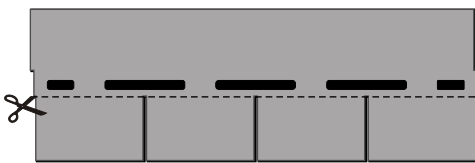
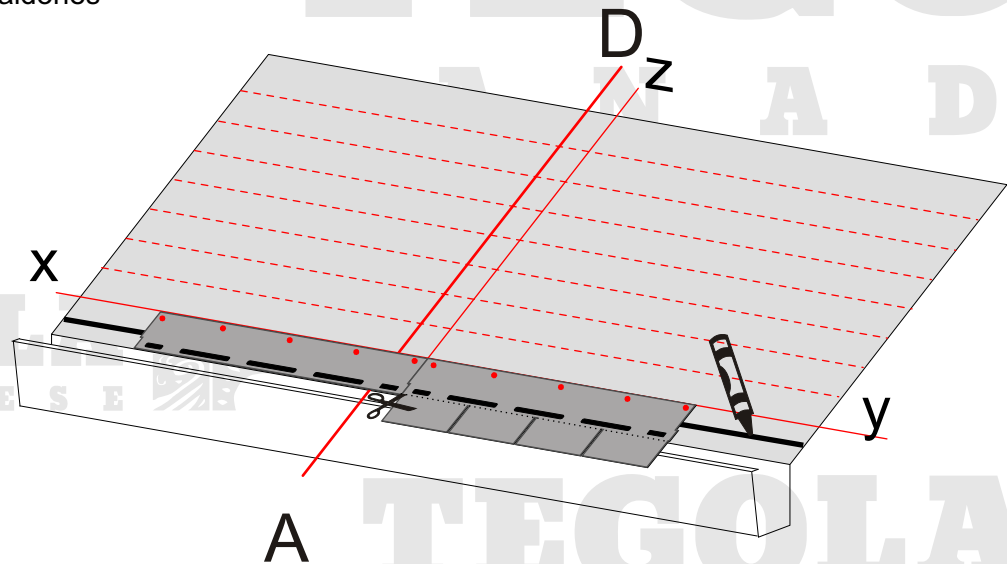

Fig. 2 - Corto de los faldones
Fig. 3 - Instalación de la primera hilera
- Aplicar sobre la línea del alero de placado un bordillo bituminoso “Bitustick” y las placas después de haber cortado los faldones (fig. 2). Para aplicar correctamente la hilera de comienzo, alinear la placa a la línea de referencia z (fig. 3).